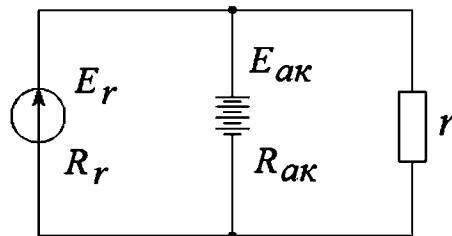

Рис. 1.67. Схема к задаче 6
- какую мощность отдают нагрузке генератор и аккумулятор при токе, превышающем  $I$  пред в 1,5; 2; 2,5 раза, если  $E_r = 14$  В;  $E_{ak} = 12$  В;  $R_r = 0,2$  Ом;  $R_{ak} = 0,1$  Ом (рис. 1.67)?